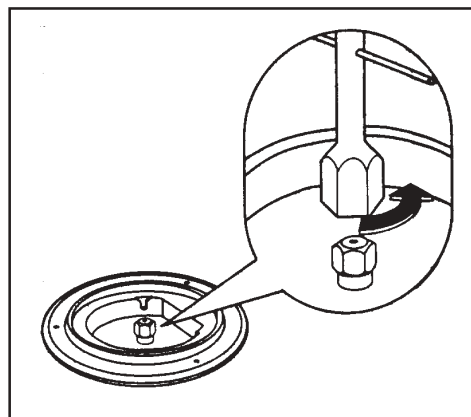

Fig. 7
2. Com uma chave de bocas de 7 desaparafusar e retirar os injectores (Fig. 7) substituindo-os com aqueles correspondentes ao tipo de gás que vai ser utilizado (ver quadro).